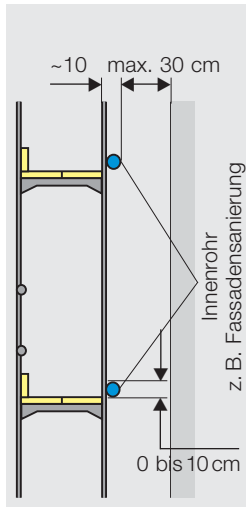

Bild 13: Innenrohre. Nur zulässig, wo keine Konsolgänge möglich sind.
- Innenrohre auf Belagshöhe (Bild 13)